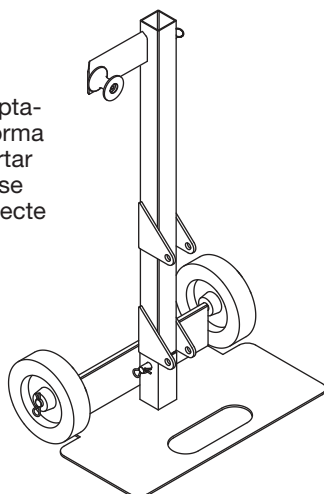

Figura 2
2. Inserte el ensamble del adaptador para motor en la plataforma rodante. Asegúrese de insertar el montaje del motor como se muestra en la Figura 2. Conecte y asegure con el perno.